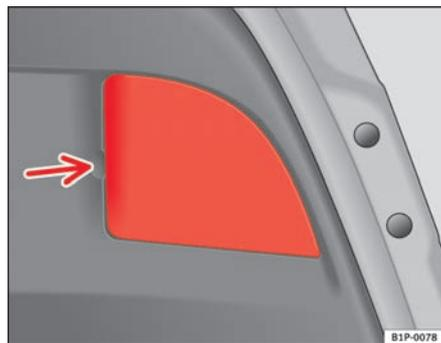

Fig. 172 Luces en el portón
- Retire la tapa tirando de ella. Ver flecha ⇒ fig. 172.